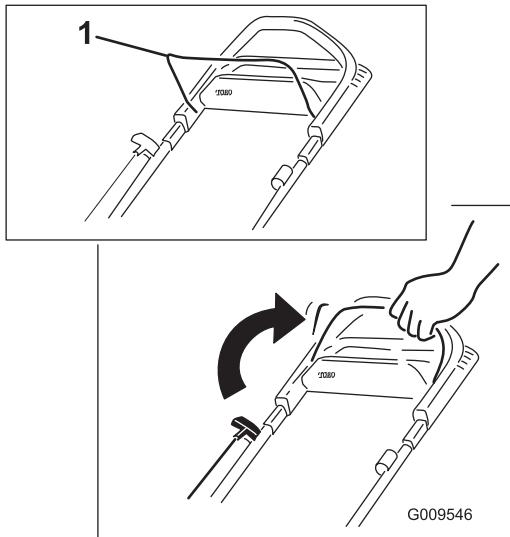

Figura 13
- Sujete la barra de control de las cuchillas contra el manillar (Figura 13).